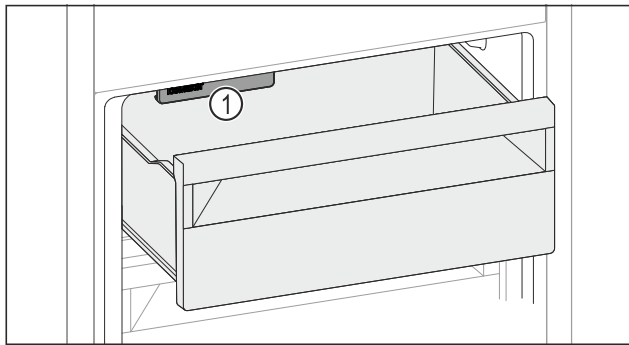

Fig. 222
- ▶ 请考虑 IceMaker Fig. 222 (1)。